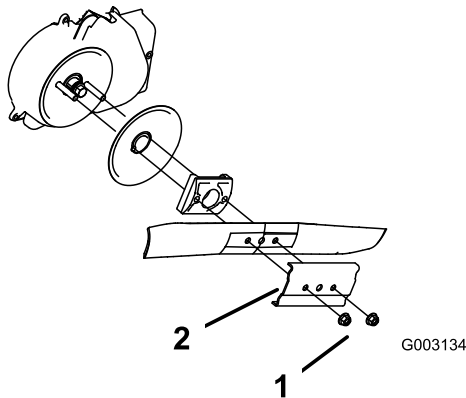

Bild 30
3. Entfernen Sie die beiden Messermuttern und die Verstärkung (Bild 30).
4. Nehmen Sie das Messer heraus (Bild 30).
5. Bauen Sie das neue Messer ein (Bild 30).